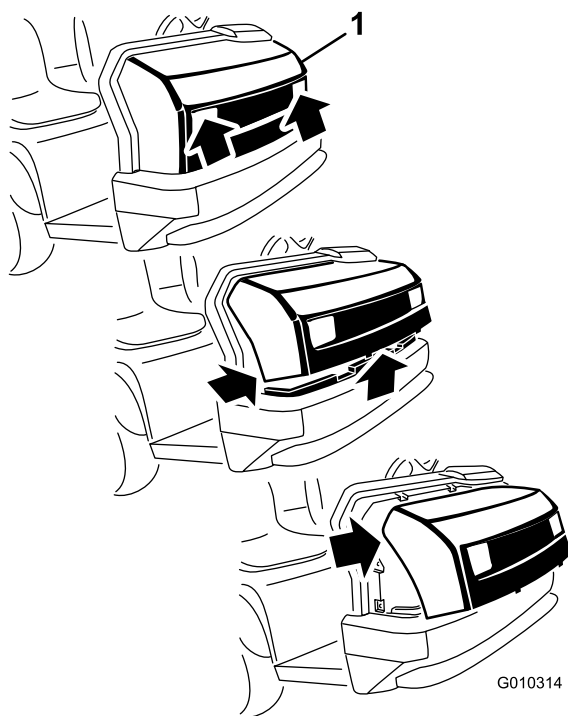

図 38
1. ヘッドライトの開口部でフードをつかみ、フードを持ち上げて、下側の取り付けタブをフレームの穴から外す 図 38。
2. フードの下側を手前に持ち上げてから下に引っ張り、上側の取り付けタブをフレームの穴から外す 図 38。
3. フードの上側を手前に倒し、ヘッドライトからワイヤコネクタを抜く 図 38。